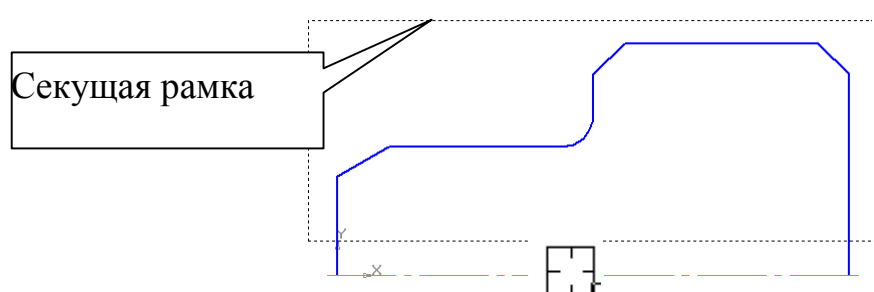
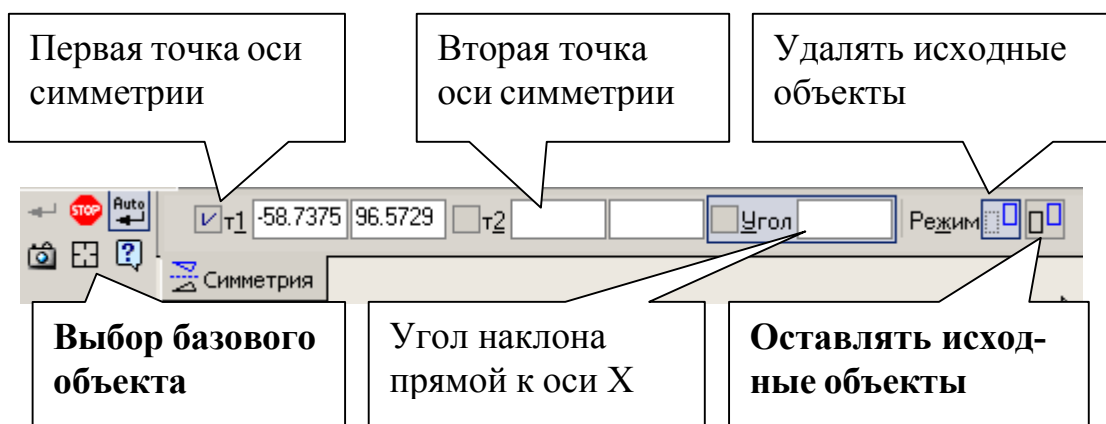
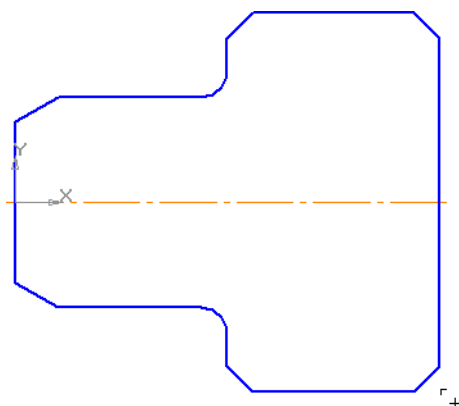

Рис. 9
Рис. 10
Рис. 11
- Команда **Симметрия** становится активной после выделения необходимых объектов, поэтому нажмите **Выделить – Секущей рамкой** . Расположите рамку выше осевой линии, рис. 9. В этом случае не произойдет выделение осевой линии.
панелью специального управления) примет вид, показанный на рис. 10.
Кнопка **Оставлять исходные объекты** активна. На панели специального управления нажмите кнопку **Выбор базового объекта**, рис. 10, курсором укажите осевую линию, рис. 9, и получите изображение, показанное на рис. 11.